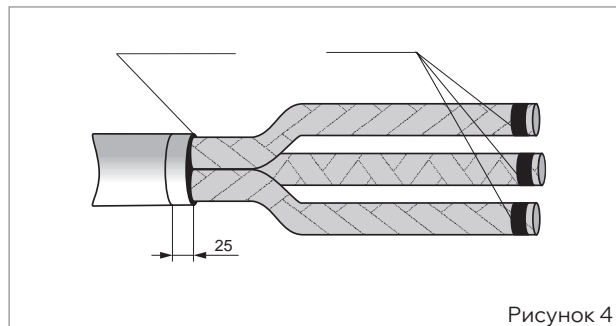

Рисунок 4
■ Развести жилы кабеля с радиусом изгиба жил не менее 10-кратной высоты сектора или диаметра жилы по изоляции. Обезжирить их салфеткой, смоченной в бензине или ацетоне. Закрепить фазную изоляцию на концах жил банджом из 2–3 витков ПВХ ленты (рис. 4).